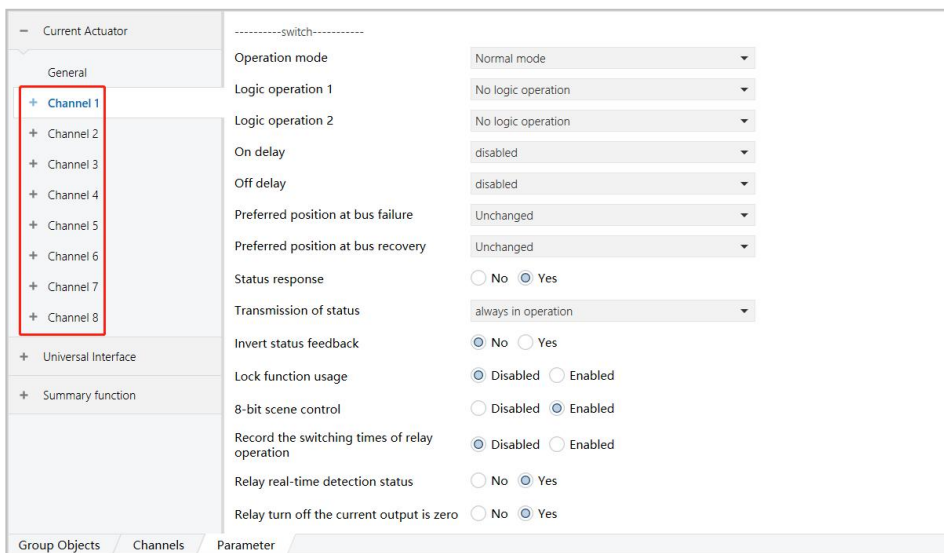

图 6.1.1
1) 以 8 路电流检测执行模块为例, Channel 1— Channel 8 都选择“Enabled”后, 启用执行器相应回路, 出现如图红色方框内的 8 个选项, 如图 6.1.1 所示;